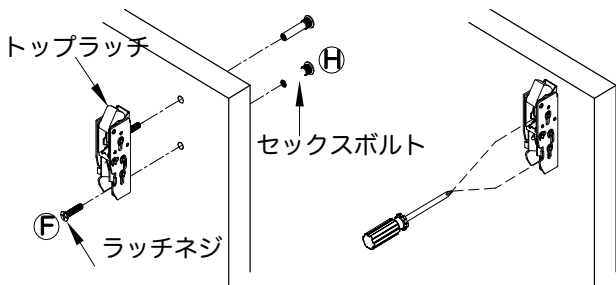

図1
1. 2本のネジ（セックスボルト）で上部ラッチを取り付けます。デバイスが拘束されることなくラッチされるようにストライクを調整します。図1を参照